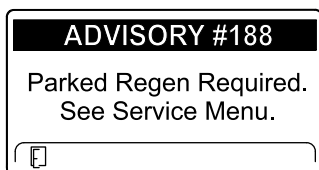

Figura 56
- Parked regeneration required (Es necesaria una regeneración con la máquina aparcada) ADVISORY #188 (Aviso n.º 188) (Figura 56)